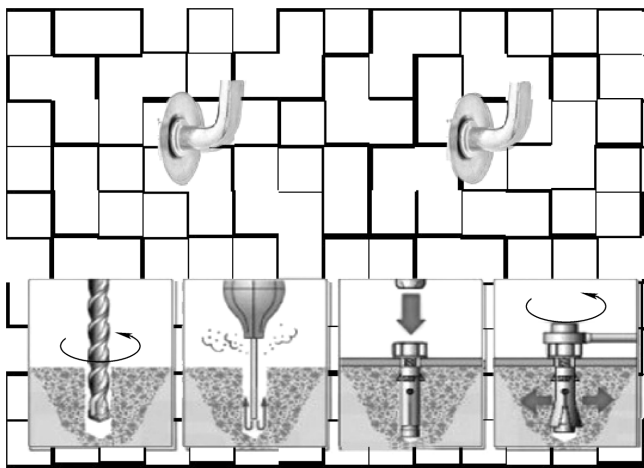

图 7-65 固定挂钩
1) 用内六角扳手和膨胀螺钉将挂钩固定在墙体上,如图7-65所示。